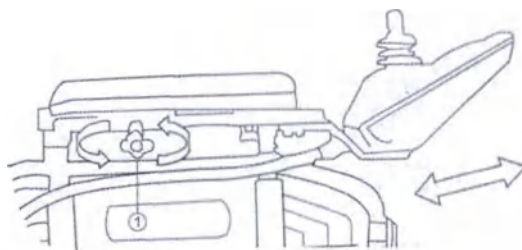

Рис.1.1
5.1.5 Установить пульт управления на консоль в удобное для пользователя положение и закрепить барашком (Рис.1.1). Консоль имеет возможность регулирования в продольном и поперечном направлениях.